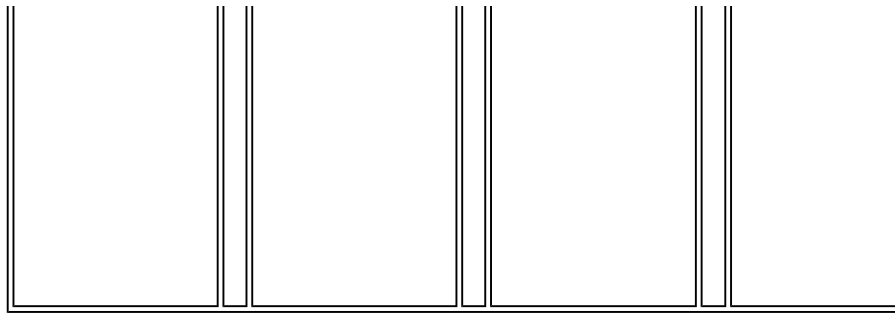
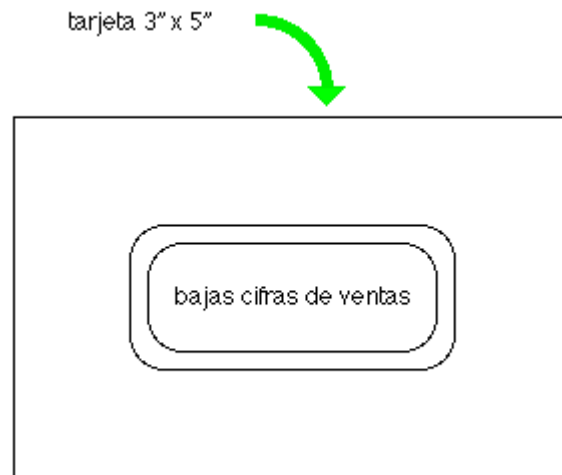
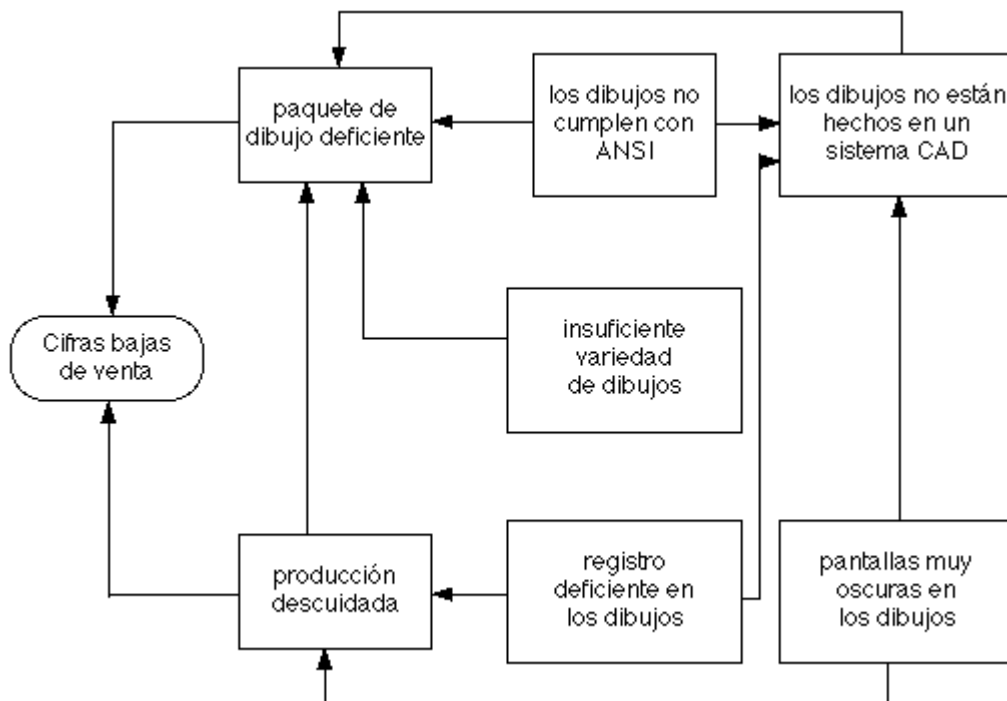
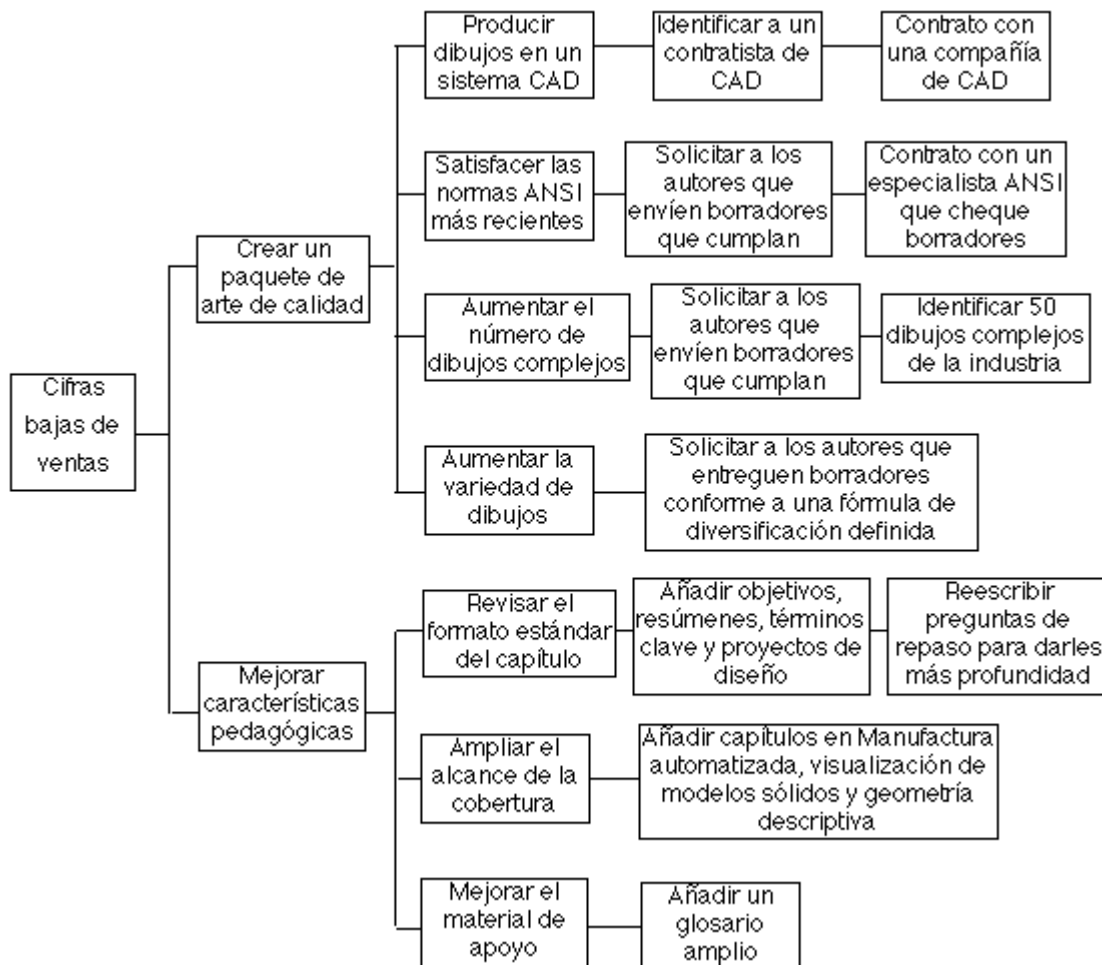

Figura 7. Diagrama de afinidad: Cifras de ventas bajas en un libro de texto de ingeniería
Figura 8. Tarjeta con el enunciado del problema
Figura 9. Digrafo de interrelaciones (parcial): Bajas cifras de ventas en un texto de ingeniería
Figura 10. Diagrama de árbol
La figura 7 es un diagrama de afinidad desarrollado por un editor de libros de texto. La meta del editor fue reunir información creativa acerca de porque un libro de ingeniería no se está vendiendo. Tales diagramas se desarrollan usando los siguientes pasos:
1. Se forma un equipo de empleados familiarizados con este tema. El equipo para la figura 7 incluía a los siguientes: personal de ventas/mercadotecnia, personal de producción y personal editorialista.
6. La información en las tarjetas se repite en papel con recuadros alrededor de cada grupo de ideas. Se distribuyen copias del borrador del diagrama de afinidad a todos los participantes para correcciones, revisiones, addenda o supresiones. En este punto, el diagrama se debe parecer al de la figura 7.
1. Escriba el enunciado del problema en una tarjeta de 3" x 5". Continuando el ejemplo en la figura 7, el problema es bajas cifras de ventas. Escriba esto en una tarjeta y désignela como el enunciado del problema encerrándolo en doble línea, figura 8.
2. Coloque la tarjeta con el enunciado del problema en la esquina superior izquierda de una mesa. Luego saque todas las tarjetas usadas para desarrollar la figura 7 y tiéndalas sobre una mesa. Use el siguiente orden: la tarjeta asociada más próximamente con el problema (la causa más prominente) se coloca lo más cercano a la tarjeta del problema. Mientras más alejada esté una tarjeta de la tarjeta del problema, lo menos prominente es como causa. La discusión tiene lugar mientras las tarjetas se colocan en sus posiciones relativas.
4. Distribuya la versión final a todos los participantes y pídale que tracen flechas causales mostrando que contribuye a qué. Este es el paso en el que se establecen las relaciones entre causas. La figura 9 es un digrafo de interrelaciones parcialmente terminado construido a partir de los temas identificados en la figura 7. Examinando el digrafo completo, se puede aprender mucho. Por ejemplo, en la figura 9, el recuadro que contiene el enunciado "deficiente paquete de dibujos" tiene cuatro líneas causales trazadas hacia él. Con base en este digrafo, el deficiente paquete de dibujos es el resultado de los siguientes factores: producción descuidada, variedad insuficiente, no cumplir con los estándares ANSI y no usar un sistema CAD para producir los dibujos.
- Duplique en papel las tarjetas sobre las mesa y distribuya copias a todos los participantes. Permita que ellos revisen y corrijan el documento. La figura 10 es un diagrama de árbol parcial que se desarrolló para consignar el problema identificado en la figura 7.